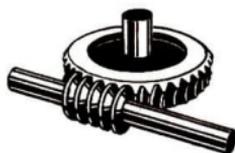

Bild 13 Schneckentrieb
- Wie liegen die Wellen des getriebenen und des treibenden Rades im Bild 13 zueinander?